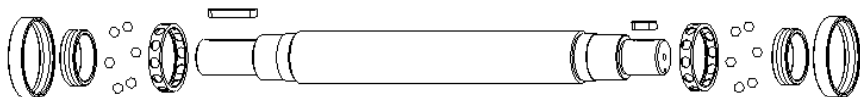

图 3.9.37 移动轴上各零部件
(9) 参照上面的操作, 无需更改运动参照, 将轴上各零部件移动到图 3.9.37 所示的位置; 移动轴承时, 先在设计树中展开 **SHAFT BEARING ASM**, 然后选取 **BEARING\_ASM\_OK.ASM** (第一个 **BEARING\_ASM\_OK.ASM** 为右侧轴承, 第二个为左侧轴承), 将所选轴承移动到合适的位置。